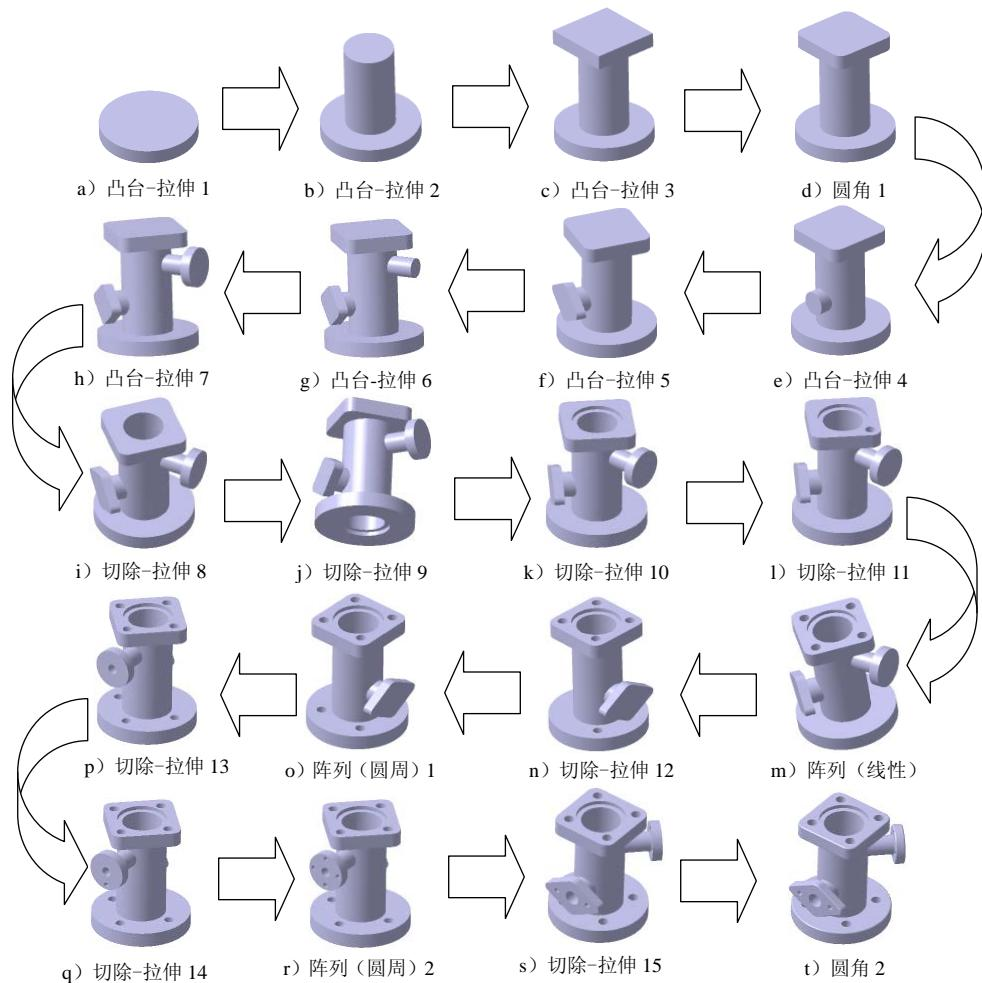

图 5.39.27 支架模型创建步骤
2. 根据图 5.39.27 所示的步骤创建三维模型, 将零件命名为 multiple_connecting_base .SLDPRT。